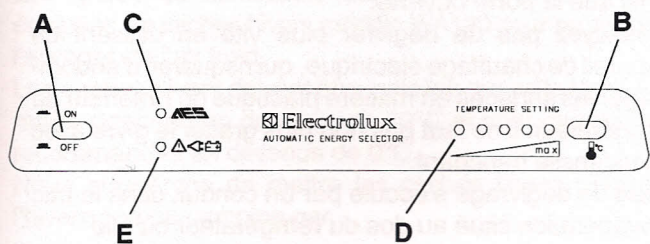

FIG. 1
La FIG.1 montre le tableau de commande. Pour mettre le réfrigérateur en marche, enfoncer l'interrupteur général (A). La diode AES (C) s'allume alors en vert pour indiquer que le système AES fonctionne. Le bouton poussoir (B) est pour sa part utilisé pour régler le thermostat, tandis que les diodes (D) indiquent la température choisie. Dès qu'il y a besoin de réfrigération, le sélecteur AES choisi la source d'énergie optimale.
**ATTENTION:** Les flammes nues étant interdites dans les stations-service, il est préférable, si vous n'êtes pas sûr que votre arrêt n'excédera pas 15 minutes, de couper l'interrupteur général (A), Fig.1, lorsque vous stoppez pour faire le plein.
Le système AES est conçu pour garantir un maximum de rendement frigorifique dans toutes les situations. C'est pourquoi la tension d'alimentation est surveillée en continu, indépendamment du fait que le réfrigérateur fonctionne sur 12 V ou 230 V. Si la tension est insuffisante, le système passe en fonctionnement au gaz, ce qui est indiqué par la diode jaune (E), Fig. 1, et demeure sur cette source d'alimentation jusqu'à ce que la tension soit revenue à son niveau normal.
Les numéros de repérage renvoient à la Fig. 1. Une fois mis en marche, le réfrigérateur demande plusieurs heures pour atteindre la température désirée.
1. Mettez l'interrupteur (A). Fig. 1, sur "OFF".